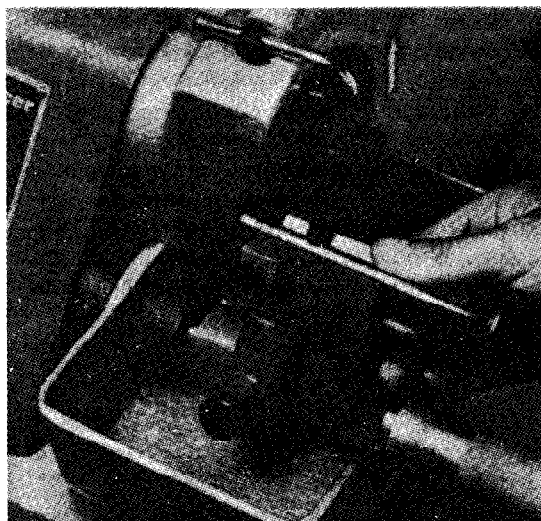

Fig. 6.21 Esmerilado de la punta del vástago con un aditamento de la máquina rectificadora de válvula REPCO
Rectificadora de puntas de vástagos (Fig. 6.21)
7. Se quita la válvula de la cabeza de trabajo y se sujeta en el sujetador en V del aditamento para esmerilar las puntas de vástagos (Fig. 6.21). Se avanza el vástago hacia la rueda de copa con el sinfín de avance moleteado y sólo se quita el material preciso para eliminar las cavidades y picaduras en la punta del vástago.